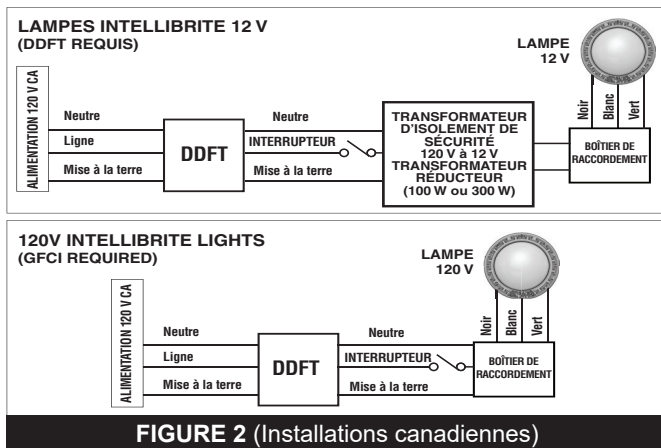

FIGURE 2 (Installations canadiennes)
- Les lampes **DOIVENT** être connectées à un disjoncteur de fuite à la terre (DDFT), avec un disjoncteur de valeur nominale appropriée. Se reporter à la FIGURE 2 (Installations canadiennes) ci-dessous.